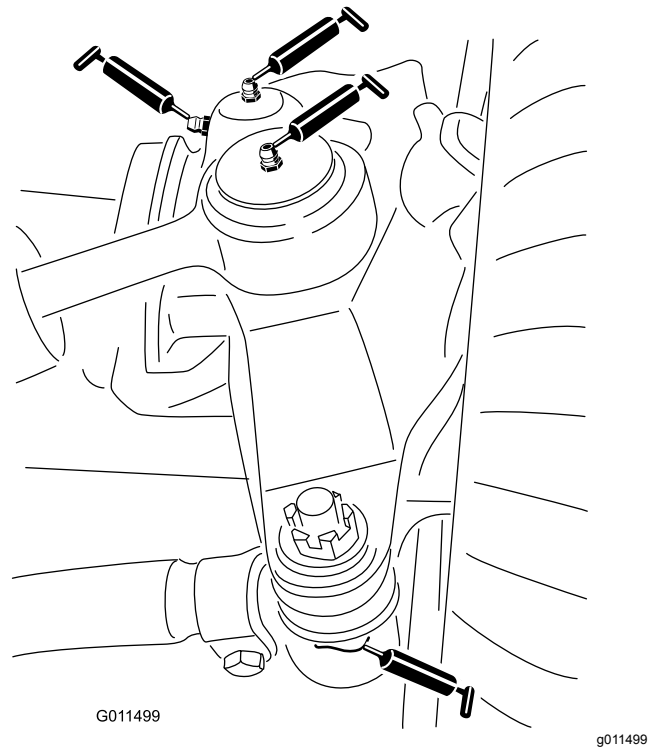

Figura 35
- Rótulas do cilindro de direção (2) (Figura 35)
- Rótulas esféricas da barra de ligação (2) (Figura 35)
- Casquilhos do pino principal (2) (Figura 35).